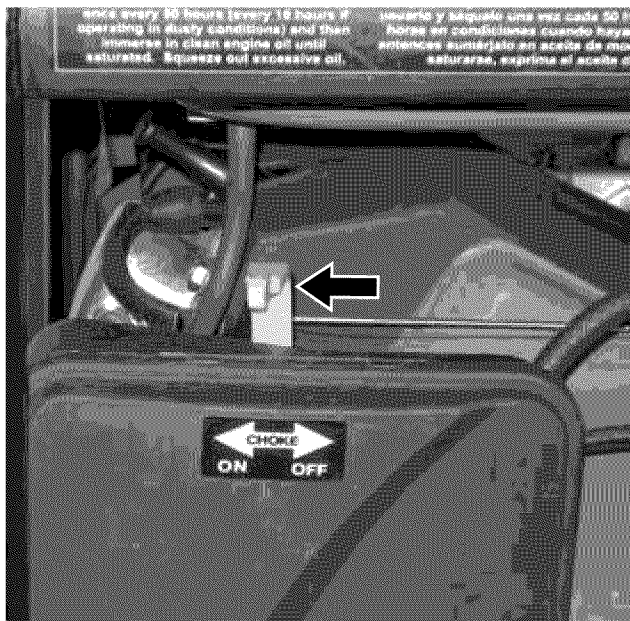

Figura 23 – Palanca del cebador
3. Mueva la palanca del cebador a la posición **ON (encendido)** (vea la Figura 23).